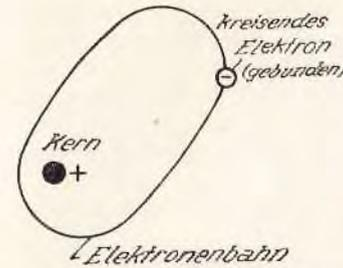

Abb. 1
2. Jedes Atom besteht aus dem **positiv geladenen Atomkern** und aus den **um diesen Kern kreisenden negativen Elektronen**“ (Abb. 1).